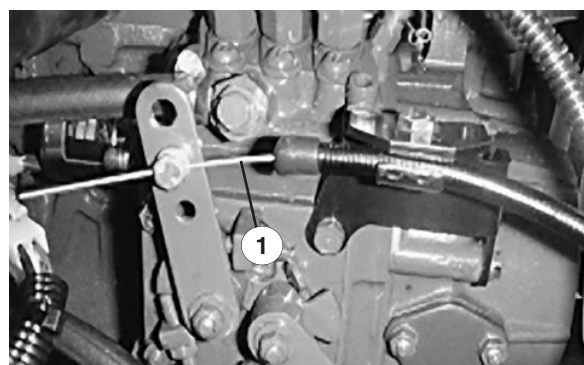

Figure 27
1. Réglez le câble d'accélérateur (Fig. 27) de sorte que le levier du régulateur sur le moteur touche les vis de réglage de ralenti et de régime maximum avant que la manette d'accélérateur touche la fente dans le tableau de bord.